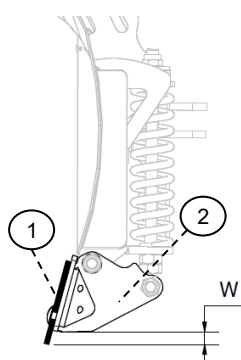

Bild.16
Det är viktigt att kontrollera slitskärens slitage dagligen. Det finns många faktorer som påverkar detta. Bland annat plogningshastighet, underlag, skärvinkel, stödtallrikar och flytlägens justering. Därför är det viktigt att se till att behålla avståndet $W \geq 10\text{mm}$ mellan slitskärens (1) nedre kant och stålhallarens (2) nedre kant (se Bild.16).